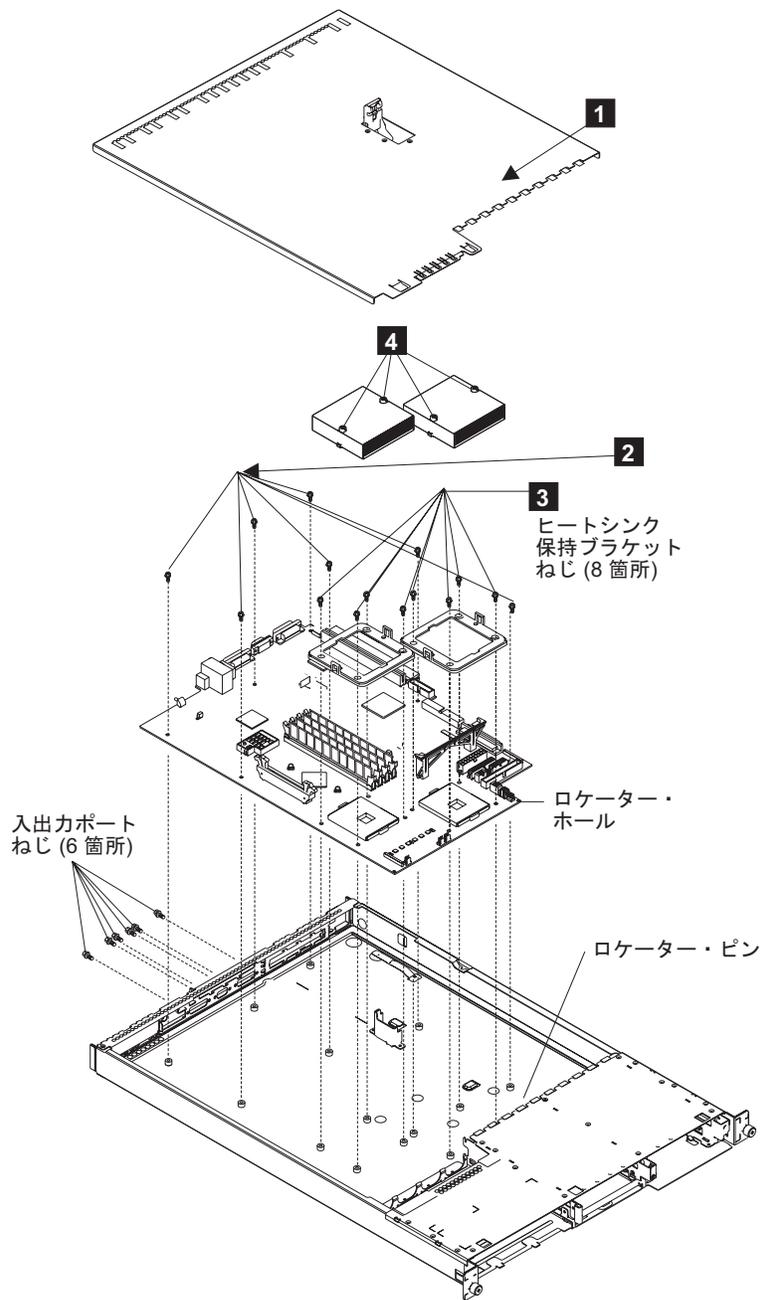

図 207. SAN ボリューム・コントローラ 2145-4F2 システム・ボード
3. SAN ボリューム・コントローラー (248 ページの図 207 の **1**) から上部カバーを取り外します。
8. ヒートシンクの拘束ねじ (248 ページの図 207 の **4**) を外します。
10. それぞれのヒートシンク保持ブラケット (248 ページの図 207 の **3**) からねじを取り外します。
13. 7 本のねじ (248 ページの図 207 の **2**) を取り外します。